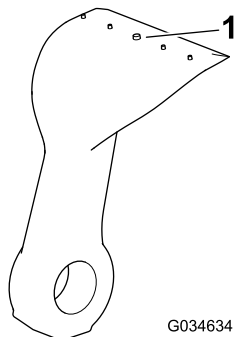

Figure 76
5. Vérifiez qu'aucune lame n'est excessivement usée en vous aidant de la ligne d'usure (Figure 76). Remplacez les lames qui sont usées jusqu'à la ligne d'usure.